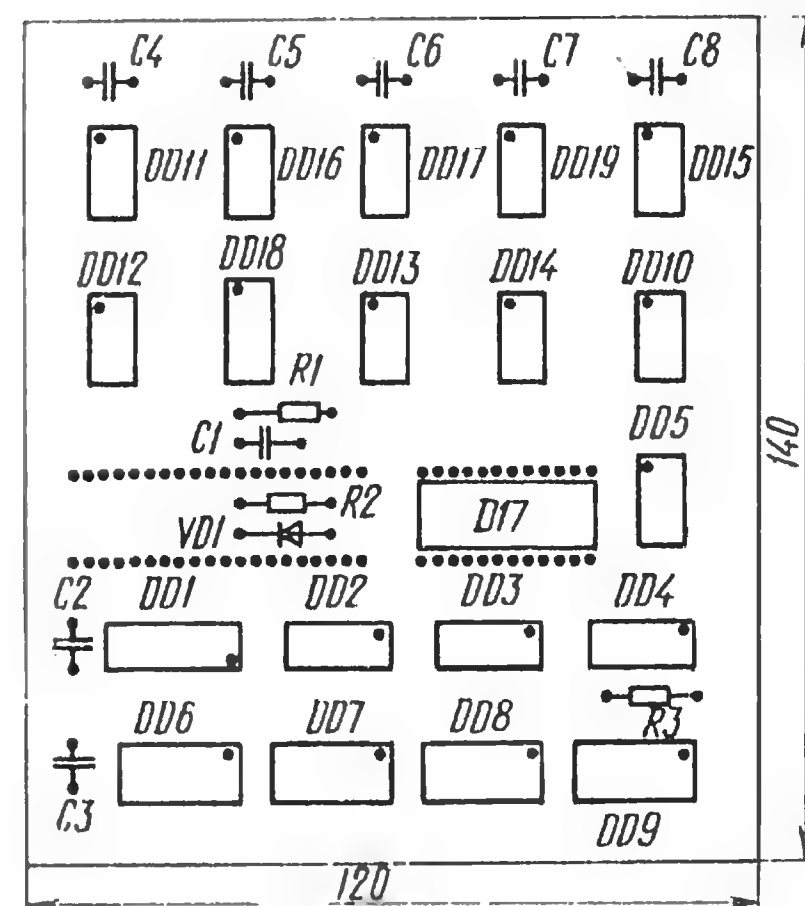

Рис. 2
**Конструкция и детали.** Контроллер собран на плате из фольгированного стеклотекстолита. Расположение деталей на ней показано на рис. 2. Общий провод и цепь питания +5 В выполнены печатными проводниками максимальной ширины, остальной монтаж — тонким изолированным проводом. Для уменьшения паразитных связей провода рекомендуется прокладывать по кратчайшему пути между соединяемыми выводами микросхем и не объединять в жгут. Удобно использовать обмоточный провод марки ПЭПЛОТ, который можно облуживать паяльником, не удаляя изоляции.